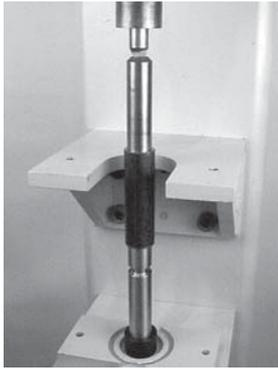

Figura 81
4. Con la ayuda de una prensa de husillo o un dispositivo similar, presione e inserte el cojinete en el eje de la polea (**Figura 81**).